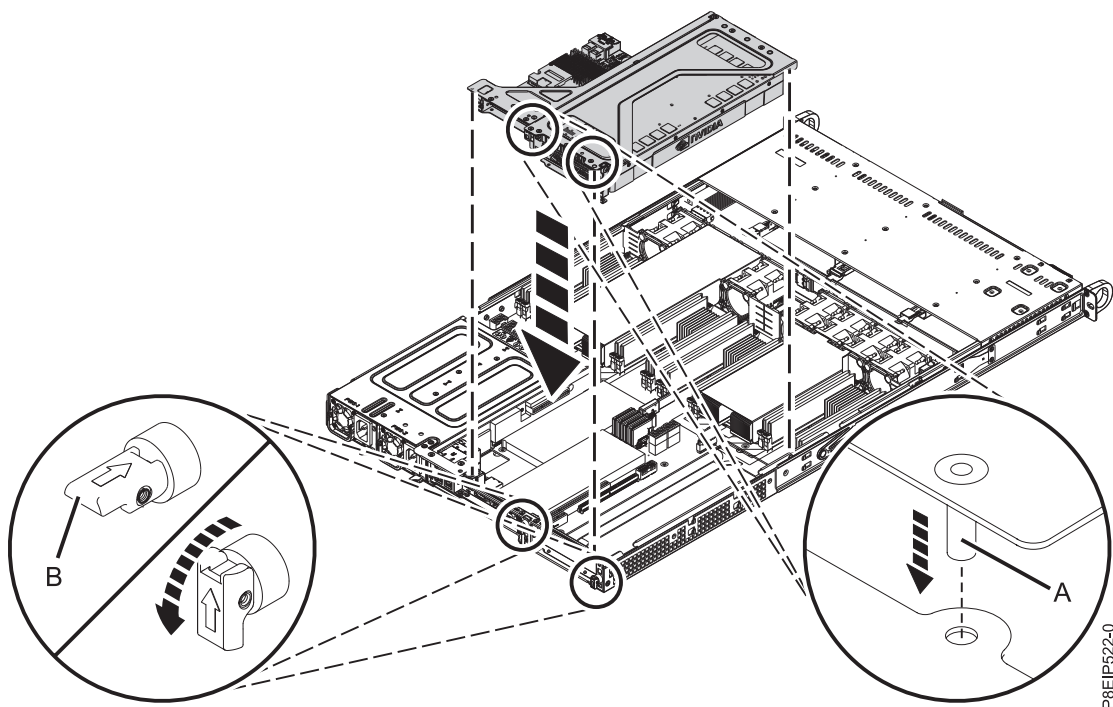

図 49. PCIe ライザーの再取り付け
- g. PCIe アダプター・ライザーとそれに収容されているカードをシステム・バックプレーンにはめ込みます (80 ページの図 49 を参照)。
- 1) PCIe ホルダー解放ピン (B) が引っ込められ、矢印がシステムの方を指していることを確認します。
- 2) 位置合わせピン (A) とスロットを使用して、ライザー・カードを正しく挿入し、カバーを再取り付けします。